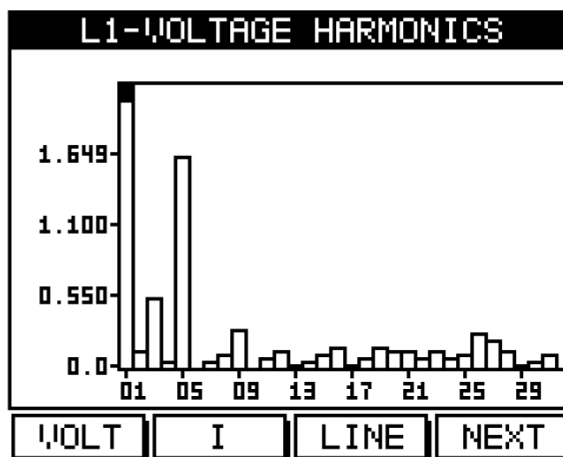

Рис. 5.17
4. Нажмите «Enter». На дисплей будет выведена гистограмма частотного спектра сетевого напряжения (рис. 5.17):